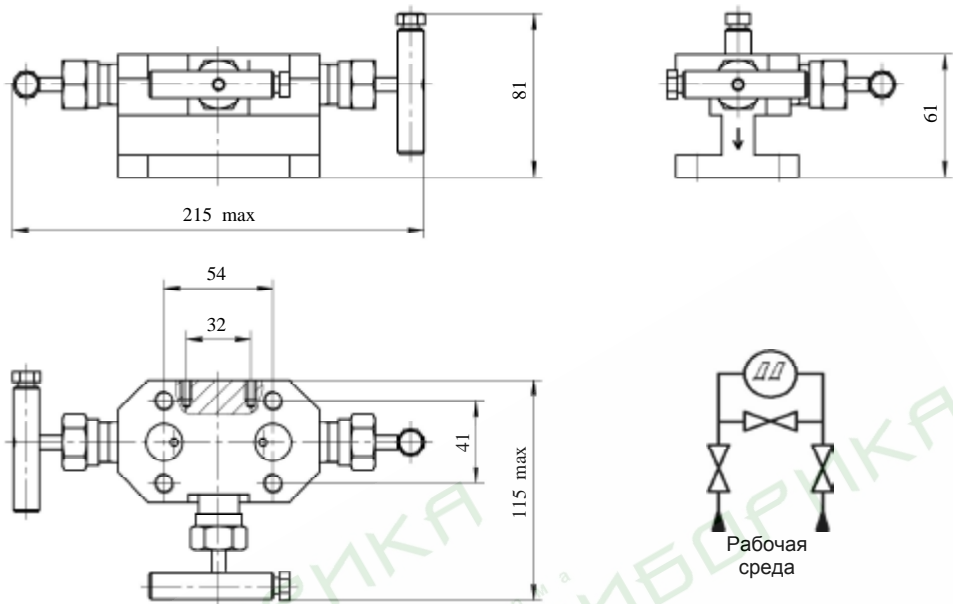

Рис. 6 БКНЗ
- Любая из моделей обеспечивает защиту датчика от односторонней перегрузки при его подключении и отключении и уравнивание давлений в рабочих полостях датчика при установке «нуля». Дополнительные функциональные возможности моделей перечислены в таблице 4. Типовые компоновки измерительного комплекса «импульсная линия - клапанный блок - датчик - монтажная стойка», под которые разработаны предлагаемые модели, показаны на рис.5. Общие виды моделей и комментарии к конструктивным особенностям моделей – см. рис. 6...рис. 19